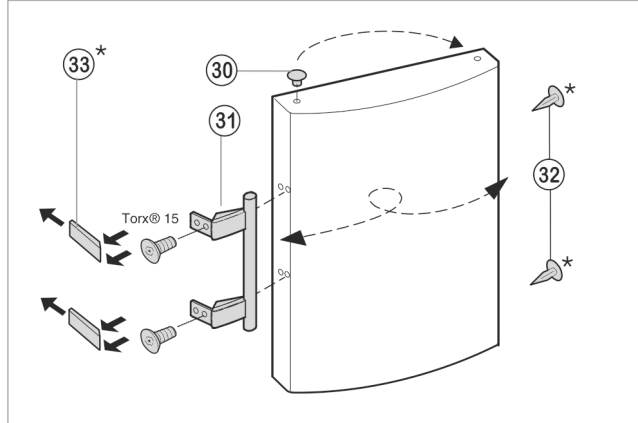

Fig. 8
- ▶ Estrarre il tappo Fig. 8 (30) dall'alloggiamento del supporto della porta e spostarlo.
- ▶ Smontare la maniglia della porta Fig. 8 (31), i tappi Fig. 8 (32) e le piastre di spinta Fig. 8 (33) e sposterli sul lato opposto.